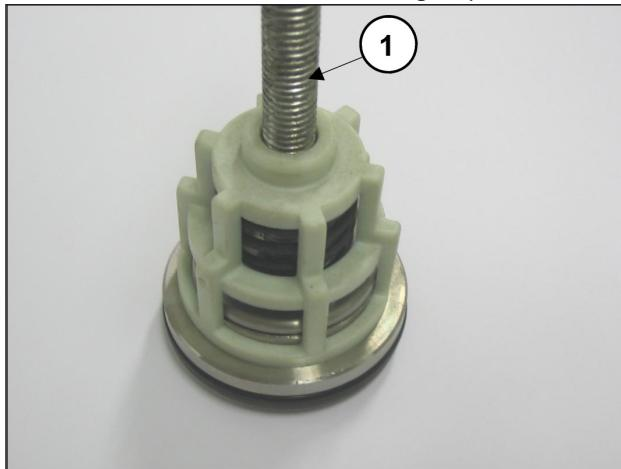

Fig. 17
- Desmontar los grupos de válvula de aspiración y envío atornillando un tornillo M10 lo suficientemente largo de modo de poder actuar sobre el platillo y extraer la guía de la válvula de la sede de esta última (Fig. 17 pos. ①).